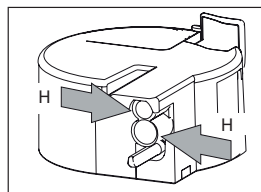
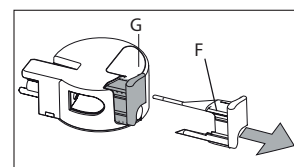

Fig. 46
Fig. 47
- ▶ Retire el regulador de espuma de leche (F) tirando de él hacia fuera.
- ▶ Lave todos los componentes a fondo con agua caliente y líquido lavavajillas neutro. Asegúrese de que no queden restos de leche dentro de los orificios (Fig. 46) y la ranura en el extremo fino del regulador de espuma de leche (Fig. 47).